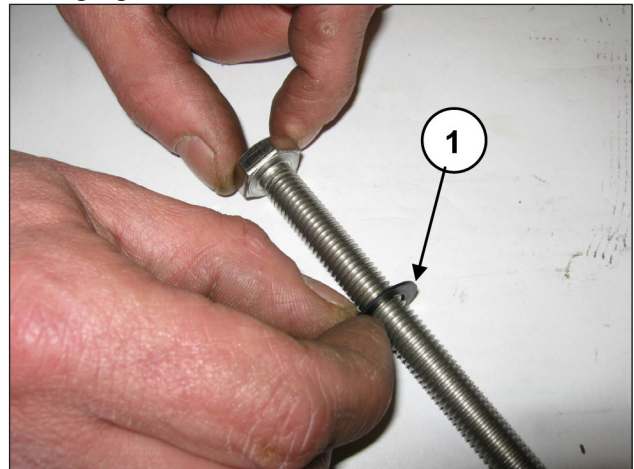

Abb. 181
Setzen Sie die Unterlegscheibe $\varnothing 10 \times 18 \times 0,9$ auf die Befestigungsschraube des Kolbens (Pos. ①, Abb. 181).